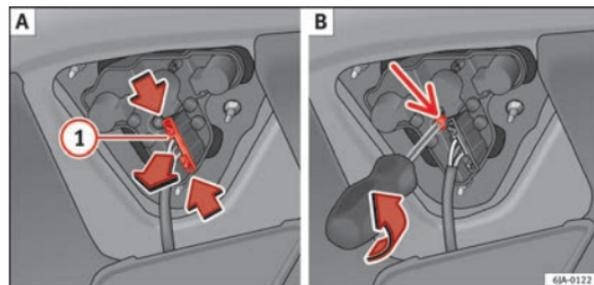

Fig. 169 Dépose du support d'ampoules
- Accédez aux feux en débranchant le connecteur ① ⇒ fig. 169 A et en dévissant le support d'ampoule ⇒ fig. 169 B. Veillez à ne pas perdre les vis de fixation du support d'ampoule.